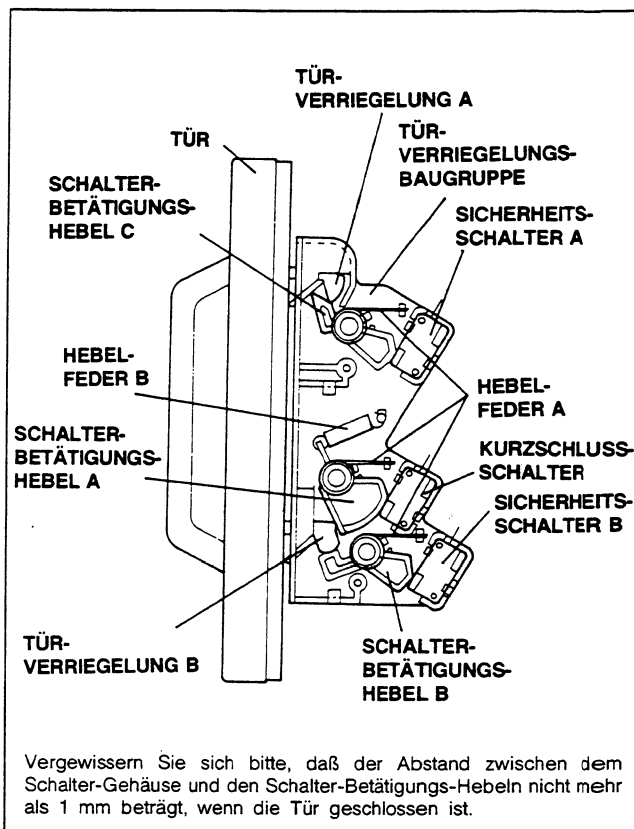

Abb. 25
(A) Den Sicherheitsschalter A, den Sicherheitsschalter B und den Kurzschlußschalter am Schließblech kpl. gemäß Abb. 25 befestigen.